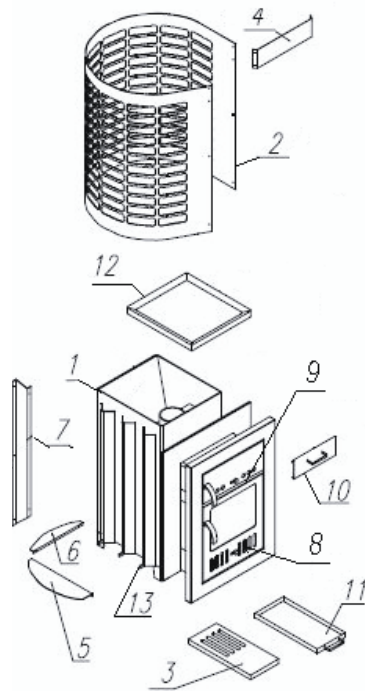

Рис.3. Порядок установки облицовки «Ажурная»
5.4. Сборка облицовки «ажурная» (см.рис.3):
- с помощью винтов М4, к ребрам жесткости печи, прикрепить кронштейны (7) 4шт.;
- установить сегменты (5) и (6) на упоры (13);
- закрепить облицовку (2) на кронштейнах (7);
- с помощью винтов М4 установить стяжку (4) замкнув периметр облицовки (2);